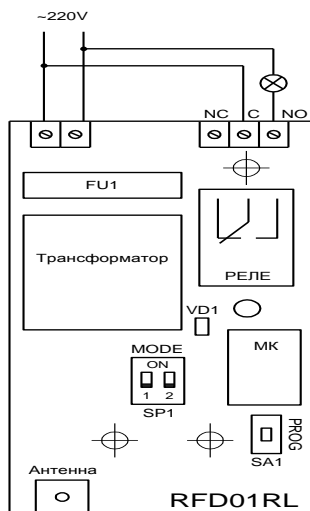

Рис.1 Схема подключения нагрузки
2. Подключите нагрузку согласно рис.1